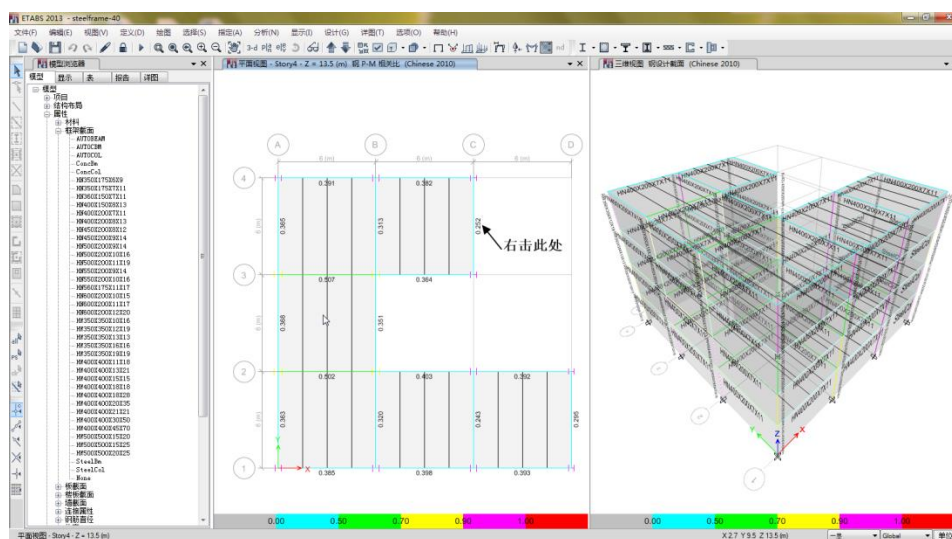

图 8-8 显示设计结果
- 3) 点击**确定**按钮，设计结果显示在平面视图中，如图 8-8 所示。